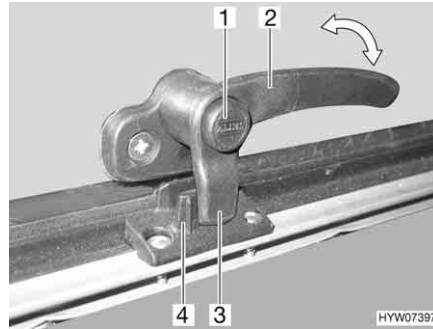
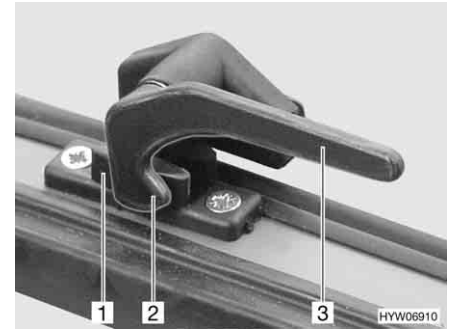

Fig. 57 Levier de verrouillage avec bouton de sécurité en position "Fermé"
Fig. 58 Levier de verrouillage en position "Fermé"
- S'il existe, appuyer sur le bouton de sécurité (Fig. 57,1) et le maintenir enfoncé.
- Tourner le levier de verrouillage (Fig. 57,2 ou Fig. 58,3) d'un quart de tour vers le centre de la fenêtre.
- Tourner le levier de verrouillage (Fig. 57,2 ou Fig. 58,3) d'un quart de tour vers le cadre de la fenêtre. Le tenon de verrouillage (Fig. 57,3 ou Fig. 58,2) du levier de verrouillage repose complètement sur le côté intérieur du verrouillage de fenêtre (Fig. 57,4 ou Fig. 58,1).
- En position "Fermé" (Fig. 57 et Fig. 58)